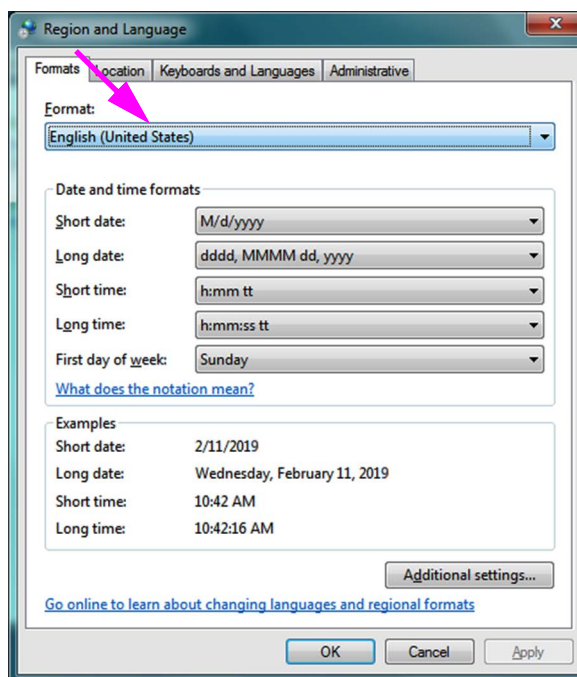

Figure C-15. Fenêtre déroulante Region and Language (Région et langue) – Onglet Formats
5. L'écran Region and Language (Région et langue) s'affiche (cf. Figure C-15).